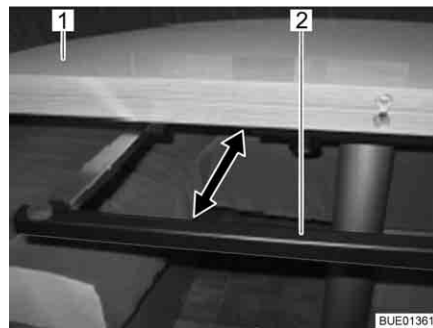

Bild 112 Stützbügel
- Stützbügel (Bild 112,2) unter der Tischplatte (Bild 112,1) bis zum Anschlag herausziehen.